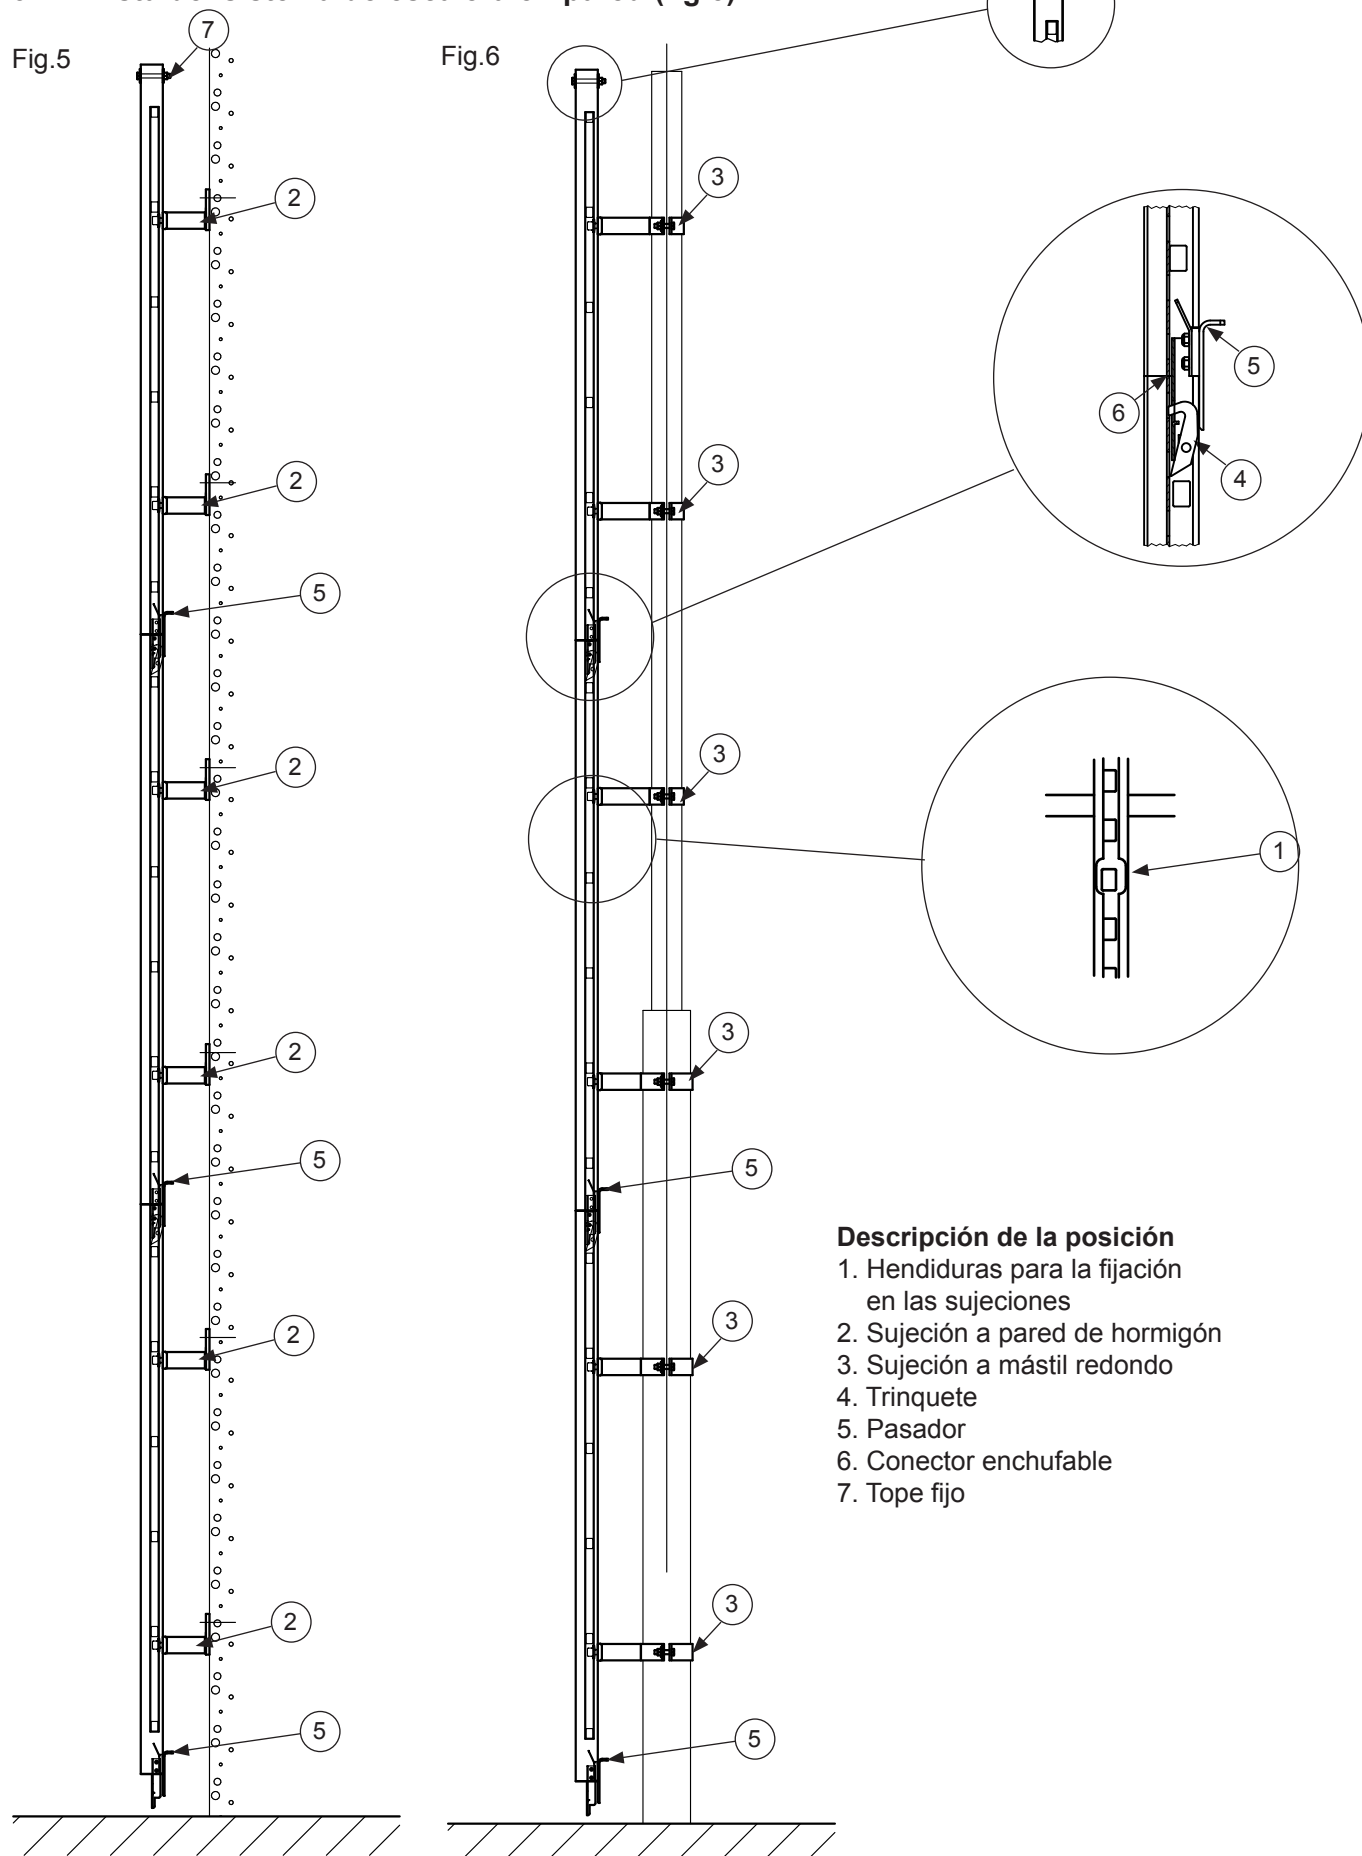

Fig. 7
Longitud 2.800 mm: 10 kg (fig. 7)
- c) Las distancias de sujeción se deben respetar conforme a las indicaciones de los dibujos (figs. 7 - 11).